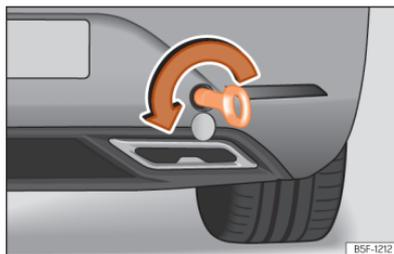

Abb. 215 Auf der rechten Seite des hinteren Stoßfängers: Eingeschraubte Abschleppöse.
- Drehen Sie die Abschleppöse **entgegen dem Uhrzeigersinn** so fest wie möglich in die Aufnahme » [Abb. 215], » ☉. Verwenden Sie ein geeignetes Hilfsmittel, um die Abschleppöse festzuziehen.